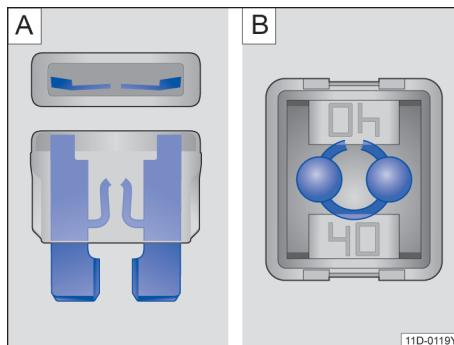

图 156 烧断的保险丝：A 扁平插入式保险丝，B 方块型保险丝
- 烧断的扁平插入式保险丝 (ATO®、MINI®) 可从上面和侧面透过透明外壳通过熔断的金属条来识别→图 156 A。
- 对于烧断的方块型保险丝 (JCASE®)，烧断的金属条可从上面透过透明的外壳来识别→图 156 B。